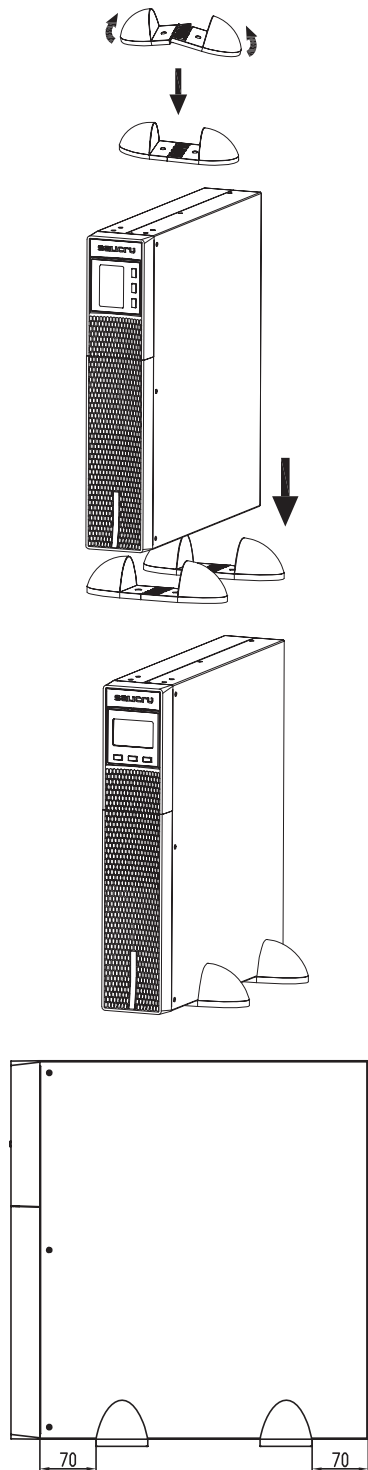

Abb. 6. Vertikale Montage -Turmausführung-
- Die USV im stehend zwischen den beiden Basen mit einem Abstand von 70 mm, ab dem Ende gemessen, stellen (siehe Abb. 6).